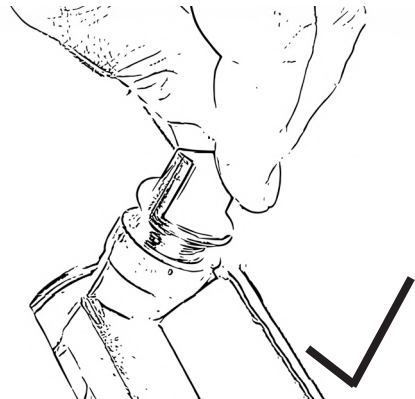

Bild 14
- Skruva loss oljepåfyllningspluggarna med ansluten oljesticka, Fig. 14.